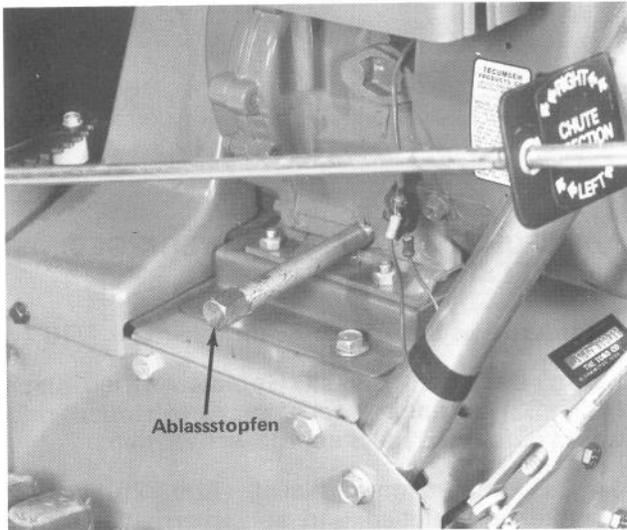

Abb. 29
3. Die Umgebung des Ölablassstopfens reinigen und die Ablaswanne unter den Ablasstutzen stellen. Dann den Ablasstopfen herausdrehen (Abb. 29).